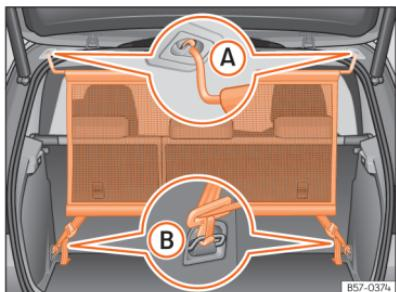

Fig. 171 Rede de separação montada.
- Engate a rede de separação do alojamento esquerdo do teto »» Fig. 171 A. Certifique-se de puxar a haste transversal para baixo além da posição superior.
- Engate a rede de separação no alojamento direito do teto, comprimindo a varetta transversal »» Fig. 171 A.
- Engate os dois ganchos da rede de separação nas argolas de fixação da bagageira »» Fig. 171 B e tensione bem os cintos de fixação.